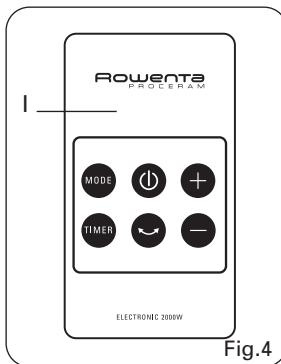

Fig.4
- I. Télécommande (Fig.4)
- I. Fernbedienung (Fig.4)
- I. Remote control (Fig.4)
- I. Mando a distancia (Fig.4)
- I. Telecomando (Fig.4)